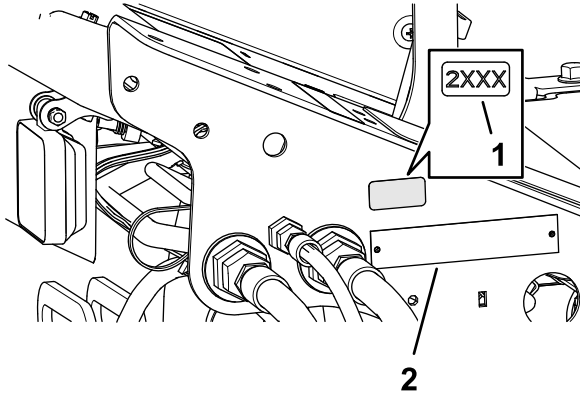

图 33
1. 使用外用酒精和干净的抹布清洁序列号牌旁边的地板支架区域并让支架晾干图 33。